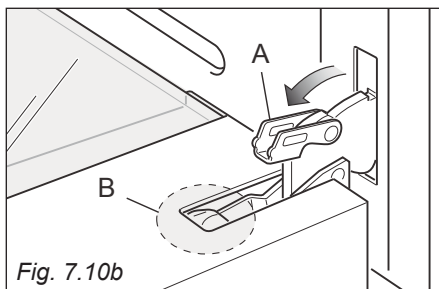
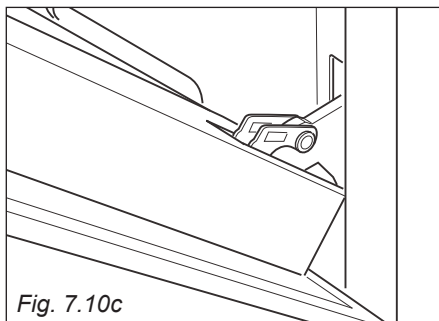

Fig. 7.10b
Fig. 7.10c
- Aprire completamente la leva "A" delle cerniere destra e sinistra (fig. 7.10b).
- Socchiudere dolcemente la porta (fig. 7.10c) fino a quando le leve "A" delle cerniere destra e sinistra si agganciano alla parte "B" della porta (fig. 7.10b).